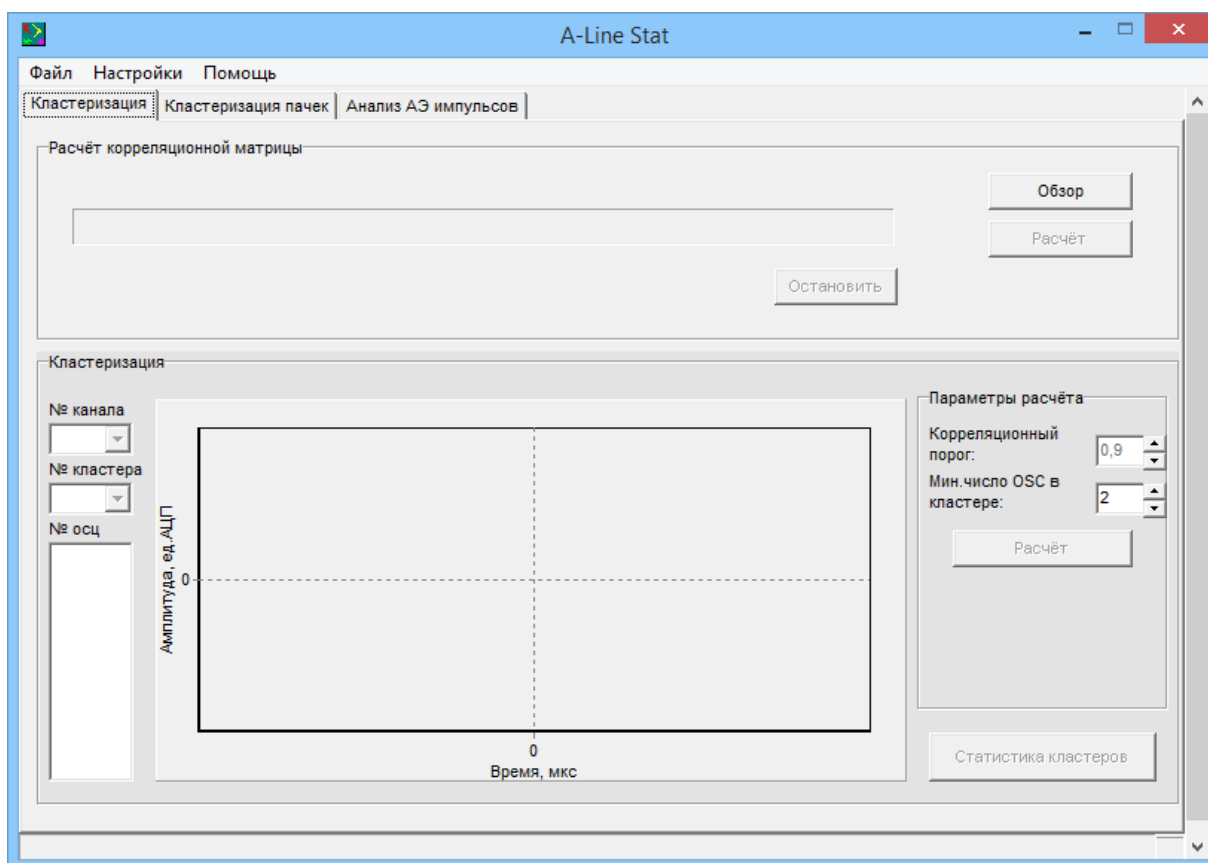

Рис. 19.1. Вкладка **Кластеризация**
- ◇ На вкладке **Кластеризация** (рис. 19.1) производится расчёт корреляционной матрицы для OSC-файла (\*.osc) (см. разд. 20.1) и расчёт кластеризации сигналов по установленным параметрам расчёта (см. разд. 20.2).